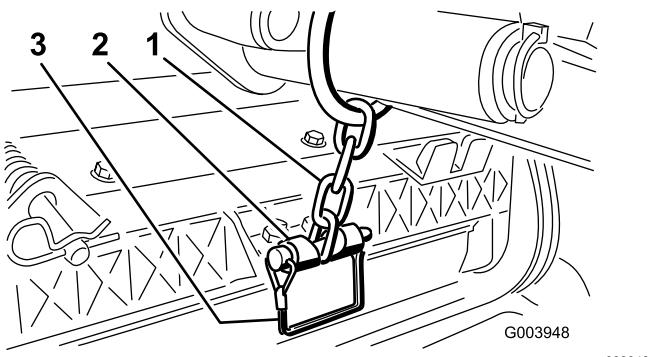

図 13
12. スナッパピンを使って、昇降アームのチェーンを昇降アームに固定する図 13。カッティングユニットのオペレーターズマニュアルに従って、決められたリンクを使用すること。